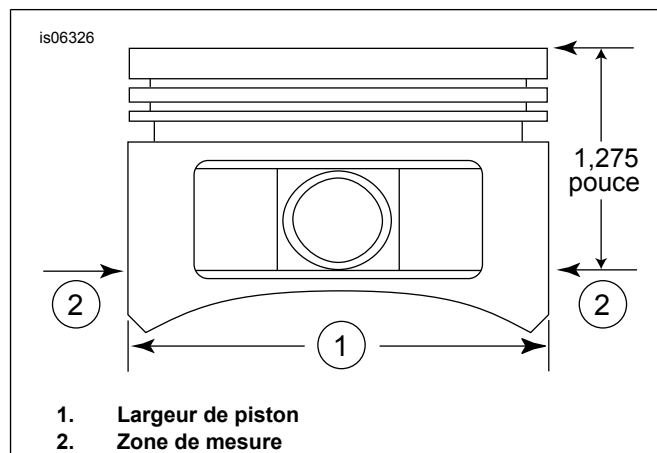

Figure 2. Dimensions de piston
5. Voir la figure 2. Mesurer la largeur du piston (1), 90 degrés à l'horizontale des deux côtés du trou d'axe de piston et à 32 mm (1.275 in) vers le bas à partir de la surface de plateau (supérieure) du piston (2). Voir le Tableau 11 pour l'ajustement piston/cylindre à cet emplacement.